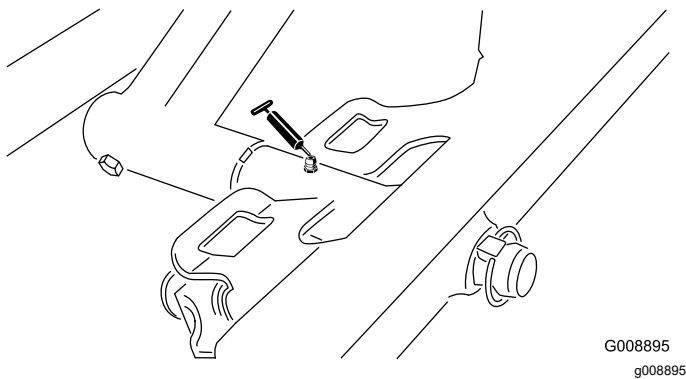

Figura 35
- Pivote de la unidad de corte delantera (Figura 35)